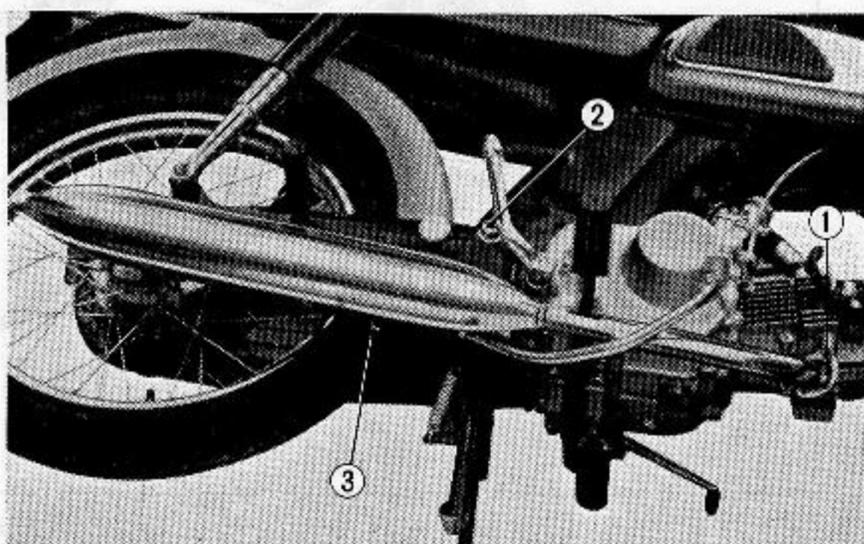

Abb. 4.52 Schalldämpfer einbauen
- (1) Zum Ausbau des Schalldämpfers die beiden 6 mm Muttern am Auspuffrohrflansch des Zylinderkopfes, die Hinterradgabel-Achsmutter und der untere Halterungsbolzen gelöst. (Abb. 4.52)